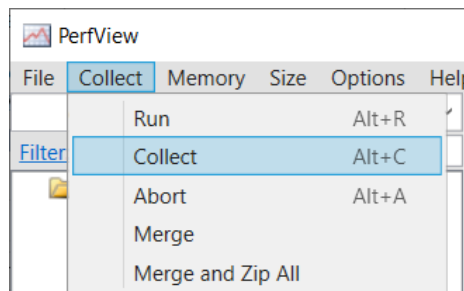

Рис. 1 Переход к сбору данных
4. В главном меню программы выберите «Collect» → «Collect», см. Рис. 1;